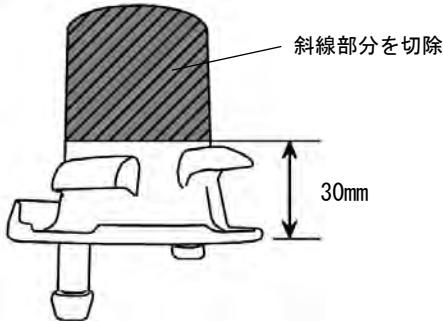

図4-1
- 1. 純正ロアマウンティングラバーを、下から30mmのところを切除してください。（図4-1）